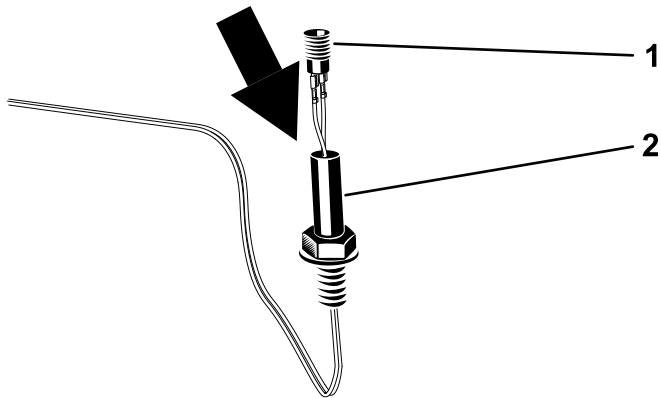

Figura 7
4. Montate il connettore della luce di segnalazione nel relativo attacco, ruotando l'attacco (**Figura 7**).